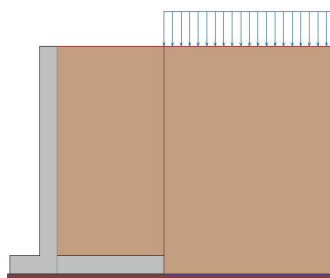

図2 滑動及び転倒に対する照査の場合
2. 滑動・転倒に対する安定を照査場合にはかかと版上の載荷荷重を無視(図2)